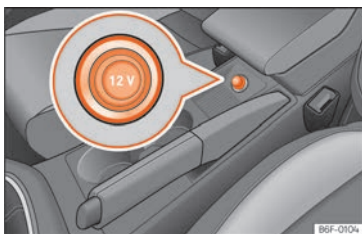

Abb. 135 Steckdose vorne.
- Ziehen Sie den Stecker in der Mittelkonsole aus der Steckdose heraus »» Abb. 135.